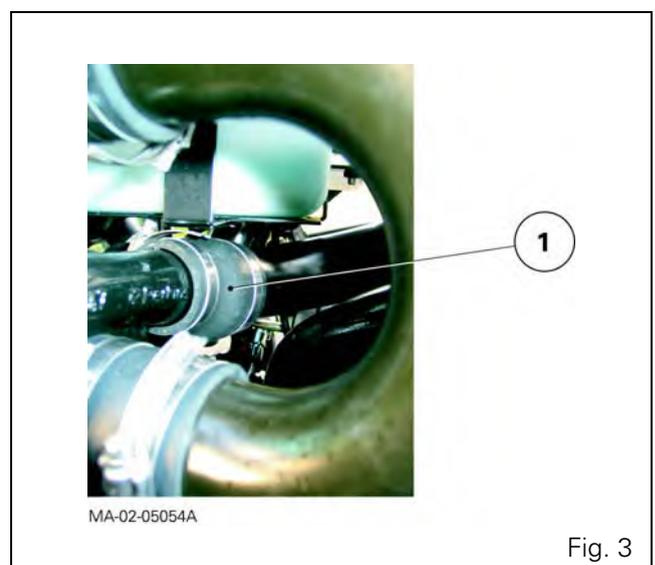

Fig. 3
11. Desconectar el manguito de aire (1) (salida del turbo) de la toma de refrigeración (motor CAT105 CV, Fig. 3).